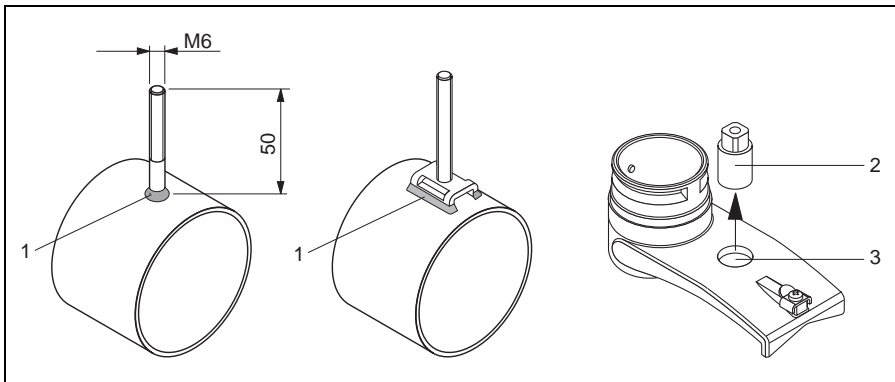

图 8: 使用焊接螺栓
- 安装间距 (传感器间距) 已知 → 图 8。
- 安装间距 (传感器间距和线长) 已知 → 图 8。
- 安装距离 (传感器位置) 已知 → 图 8。